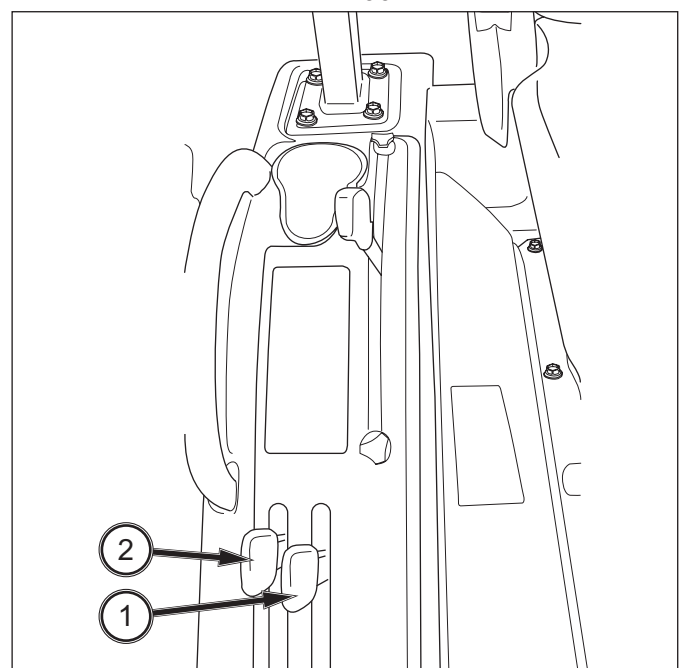

ABB. 97
ABB. 97: Die Unterlenker von den Anbaugerätebolzen lösen. Vergewissern Sie sich, dass die Unterlenker mit der Feder (1) verbunden sind, damit sie nicht die Reifen berühren.